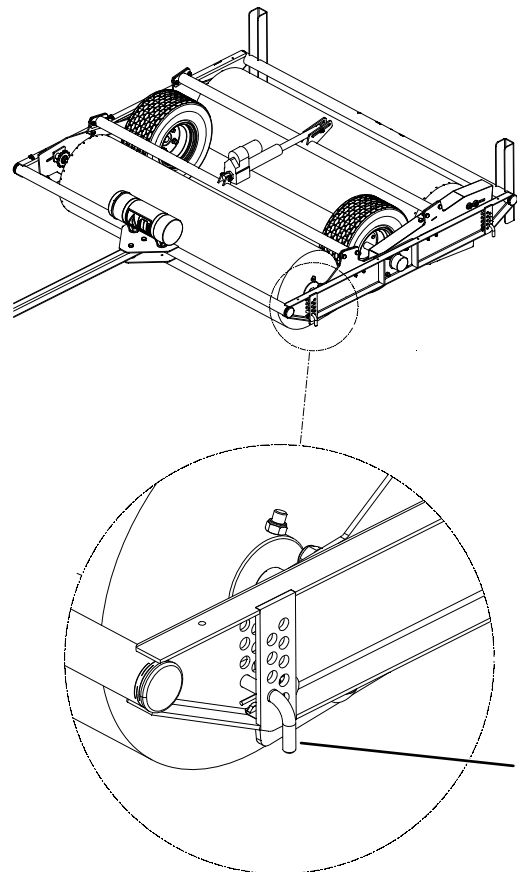

Figura 10
**Importante:** Retire la chaveta y el pasador de ambos extremos de cada cepillo antes de elevar y bajar los cepillos (ver la Figura 10). Instálelos en la posición más alta, debajo de los cepillos.